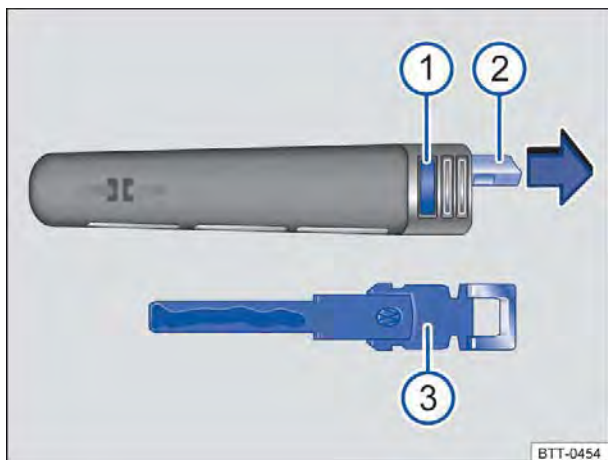

Fig. 22 Chave do veículo: pressionar o botão ① e retirar a chave de emergência ③ do olhal ②.
Na chave do veículo se encontra uma chave de emergência ⇒ Fig. 22 ③ para destravamento e travamento manual.
Na chave do veículo ⇒ Fig. 22: